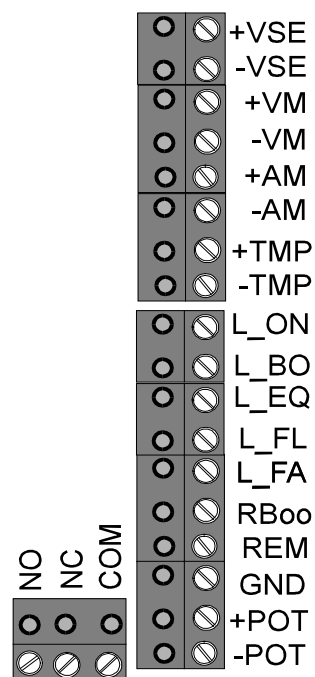

Abbildung 8
- Verbinden Sie den - Anschluss (schwarzer Draht) des Temperatursensors mit dem „-tmp“-Anschluss, siehe Abbildung 8.
- Verbinden Sie den + Anschluss (roter Draht) des Temperatursensors mit dem „+tmp“-Anschluss, siehe Abbildung 8.
- Schließen Sie einen roten Draht mit 0,75 mm² Durchmesser an den Pluspol der Batterie und den „+Vse“ Anschluss des Ladegeräts an, siehe Abbildung 8.
- Schließen Sie einen schwarzen Draht mit 0,75 mm² Durchmesser an den Minuspol der Batterie und den „-Vse“ Anschluss des Ladegeräts an, siehe Abbildung 8.
Das Ladegerät ist mit einem potentialfreien Alarm-Kontakt (Wechseltyp) ausgestattet. Wenn die Batteriespannung zwischen V_{min} und V_{max} liegt, wird der Kontakt aktiviert. (Siehe Abbildung 8, ferngesteuerte Anschlüsse: NO, NC, COM).
Victron Energy bietet zwei optionale Fernsteuerungs-Bedienpaneele, die an das Ladegerät angeschlossen werden können. In Abbildung 8 finden Sie den Leiterplatten-Stecker, mit dem die Bedienpaneele verbunden werden müssen.